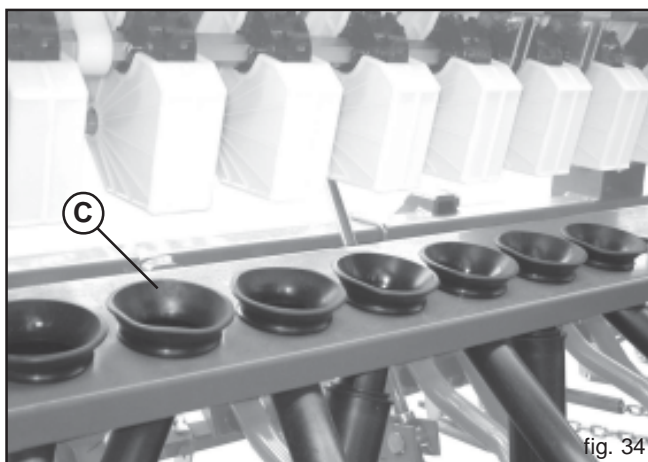

fig. 34
- 1) Das Gestell absenken (C, Abb. 34).